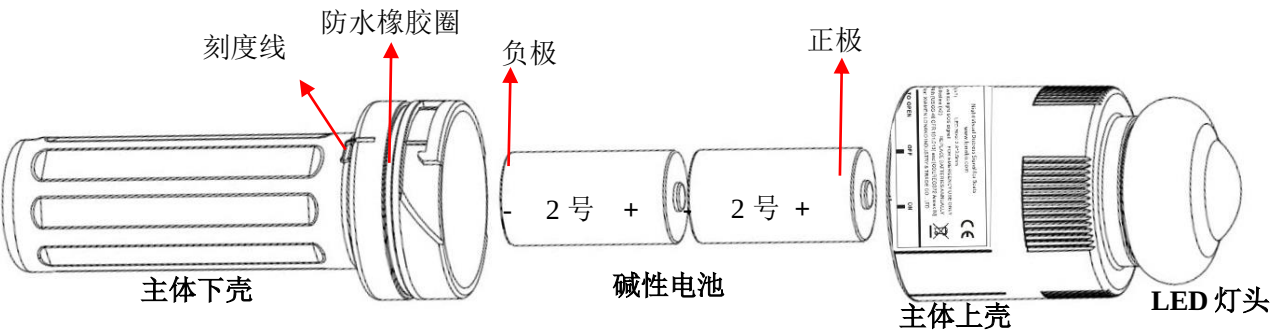

图 2-2 产品结构
2.2.1 LNK-ERS1 电子求救信号灯主要结构包括主体下壳 \ 两节 2 号碱性电池（通常由用户自备） \ 主体上壳 \ LED 灯头。结构如下图 2-2 所示：